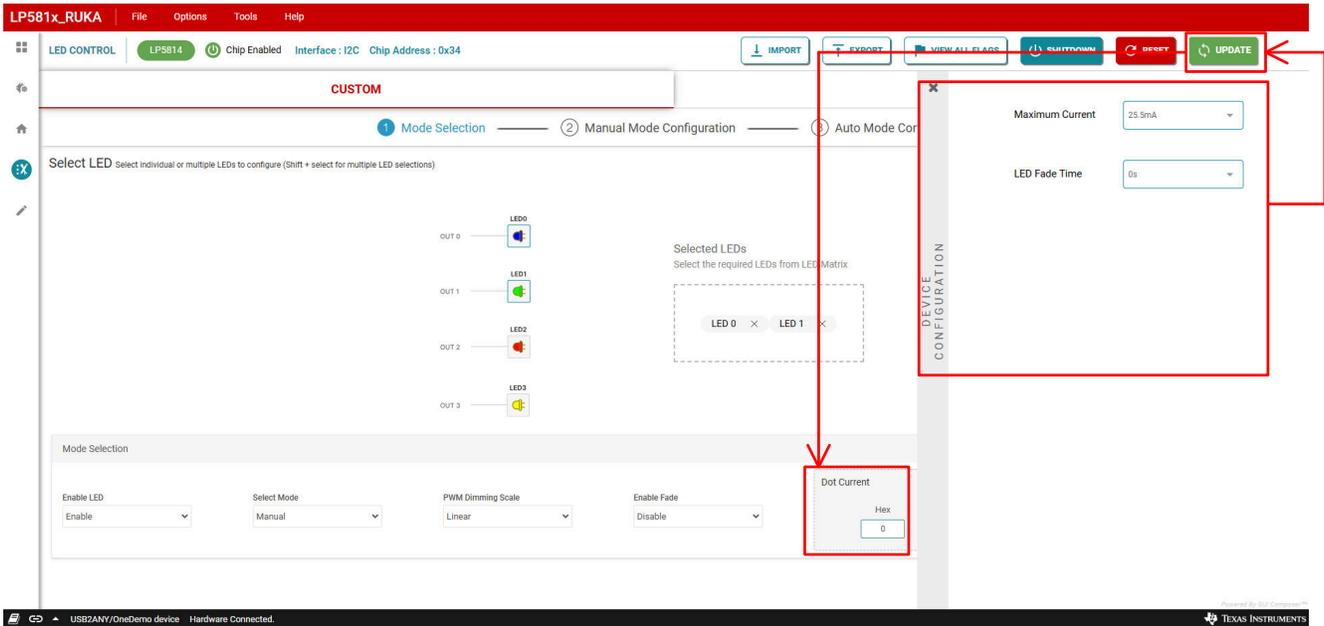

图 3-11. 手动模式下的电流设置和更新命令发送
- 单击 **LED 控制** 页面右侧的 **器件配置** 按钮，以打开最大电流配置面板，如 **图 3-11** 所示。从 **最大电流** 下拉菜单中选择 **25.5mA** 或 **51mA** 项，以设置选定蓝色 LED 和绿色 LED 的 MC (最大电流)。
- 在 **点电流** 控件中输入数据，为选定的蓝色 LED 和绿色 LED 设置 DC (点电流) 值，如 **图 3-11** 所示。